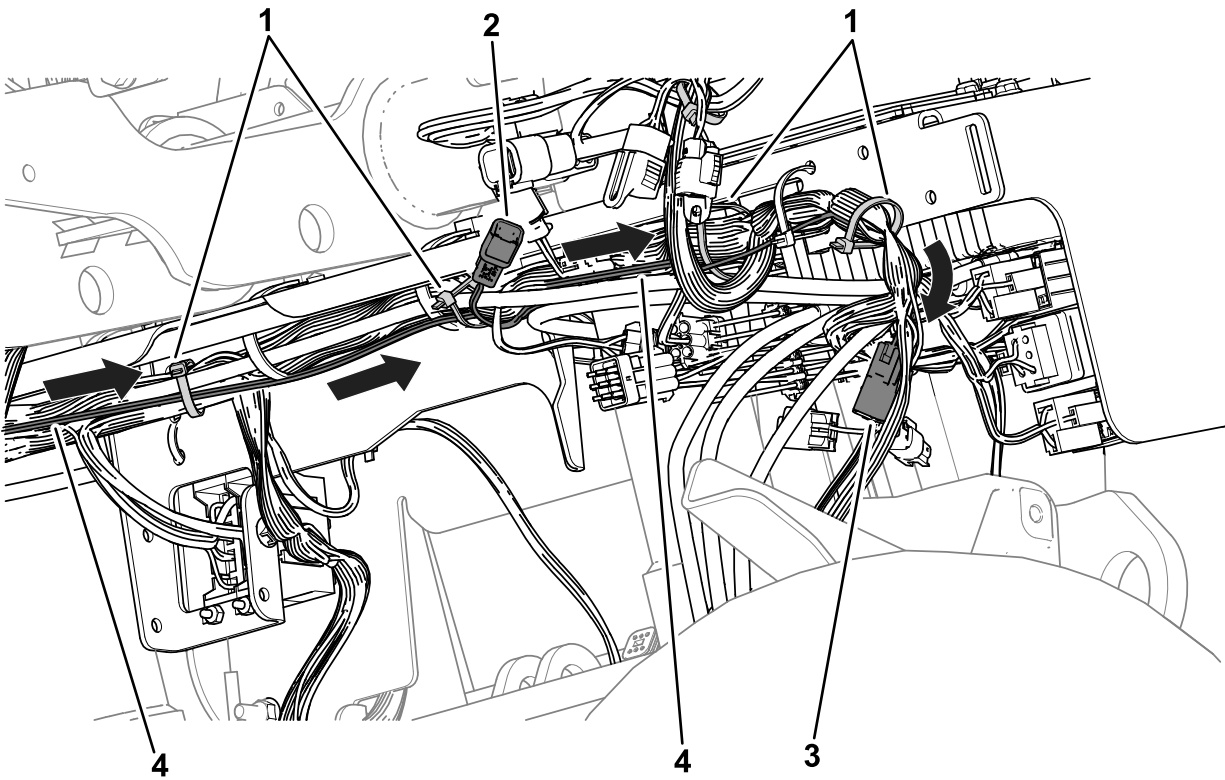

**Figura 29**
2. Encaminhe a cablagem do BMS na direção das baterias (Figura 29) e ao longo da cablagem da máquina, por baixo do lado direito da máquina (Figura 30).